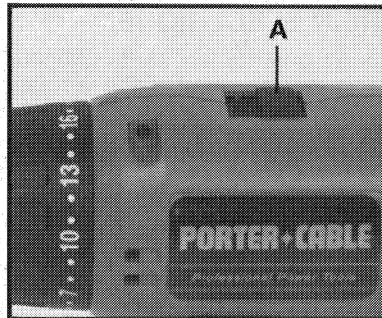

Fig. 4
La foreuse/visseuse autonome à batterie modèle 863 possède un changement de vitesse à deux vitesses qui produit une gamme de vitesse du mandrin qui va approximativement: de 0 - 350 RPM (VITESSE BASSE) à 0 - 1250 RPM (VITESSE ÉLEVÉE). Pour changer de registre de vitesse: relâchez l'interrupteur de la gâchette pour arrêter le moteur en ensuite faites passer le sélecteur de vitesse (A) Fig. 4 vers l'arrière pour choisir une vitesse ÉLEVÉE ou vers l'avant pour choisir une vitesse BASSE.